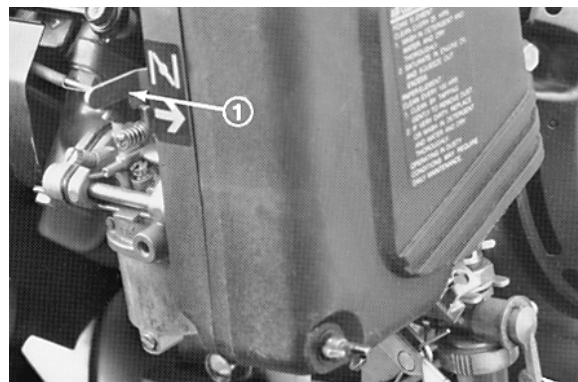

Fig. 15
**Starter** (Fig. 15)—Si trova sul lato anteriore sinistro del motore. La leva ha due posizioni: RUN e CHOKE (marcia e starter). Spostare la leva su CHOKE se il motore viene avviato a freddo; una volta avviato il motore, spostare la leva su RUN.
**Valvola di arresto del carburante** (Fig. 15)—Si trova sul lato anteriore sinistro del motore. La valvola ha due posizioni: CLOSED e OPEN (chiuso e aperto). Spostare la leva su CLOSED in sede di rimessaggio o di trasporto della macchina, e su OPEN prima di avviare il motore.
2. Aprire la valvola di arresto del carburante sul motore (Fig. 15).
5. Spostare lo starter (Fig. 15) in posizione semiaperta se il motore viene avviato a freddo. A motore riscaldato non è sempre necessario utilizzare lo starter.